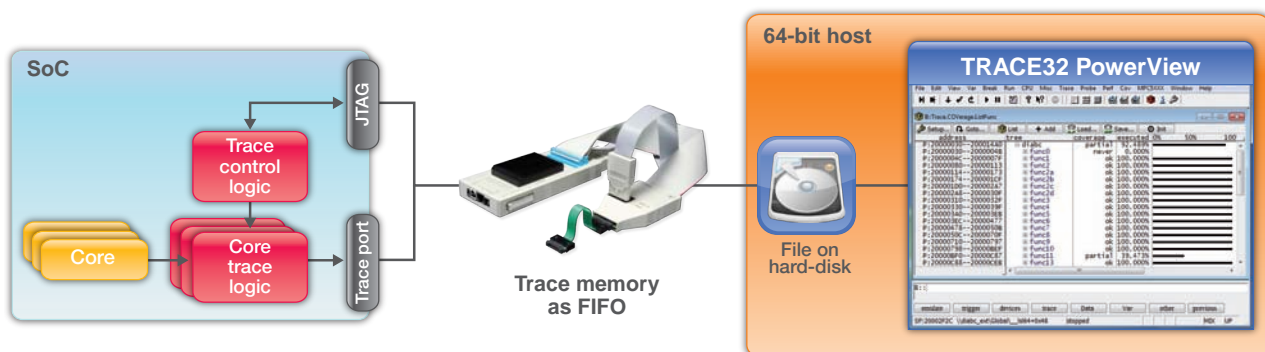

图 8：对于代码覆盖分析，高达 1T 比特的跟踪数据可以流传送到主机。
1. 应用的内核必须拥有一个内核跟踪逻辑（参见图 8）。这一逻辑产生有关由内核执行指令的信息。根据跟踪逻辑的操作，同时会显示有关任务转换和读/写操作的信息。